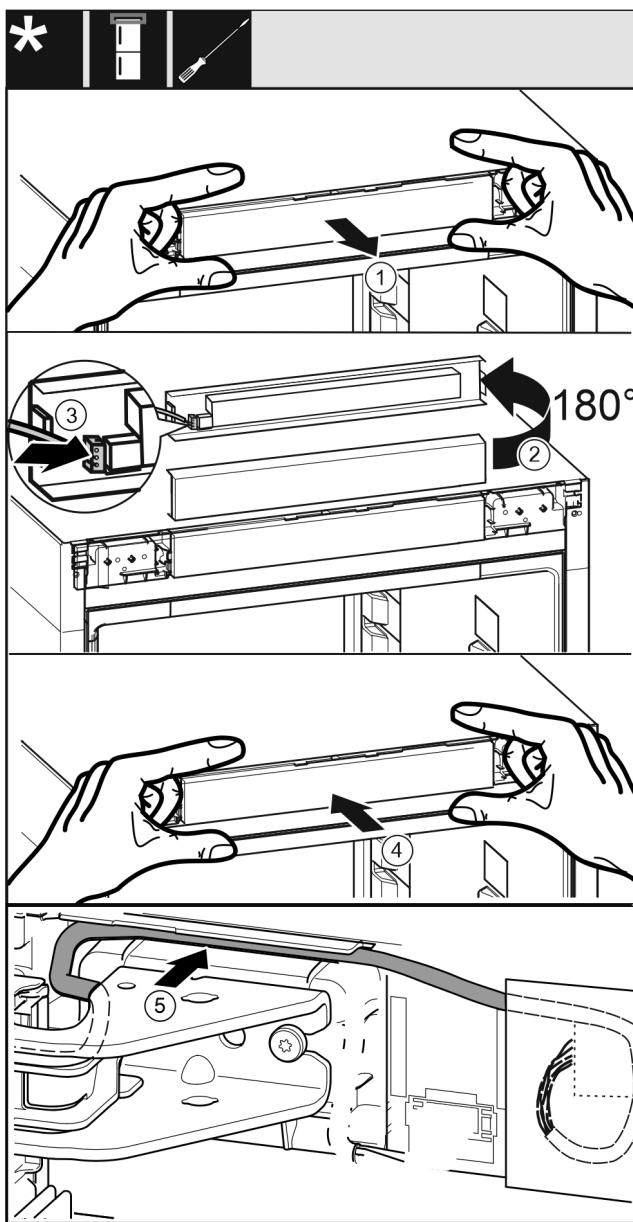

Fig. 32
- Opatrne vytiahnite obslužný kryt. Fig. 32 (1)
- Otočte kryt o 180° nahor. Fig. 32 (2)
- Zaklapnite zástrčku na kryte obslužného dielu. Fig. 32 (3)
- Obslužný kryt znova zaistite na zariadení. Fig. 32 (4)
- Sivý kábel opatrne položte do vedenia nad hornou ložiskovou konzolou. Fig. 32 (5)